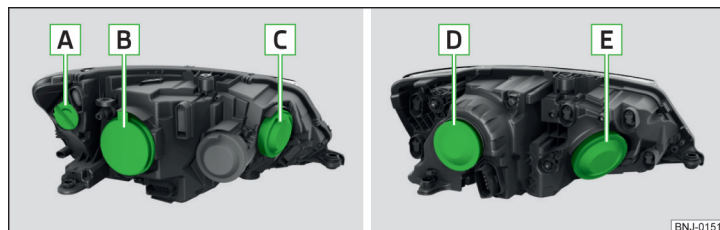

Fig. 205 Fari alogeni / proiettori alogeni
Disposizione delle lampadine » fig. 205
- Estrarre il coperchio protettivo [B] » fig. 205 a pag. 171.
- Inserire il coperchio protettivo [B] » fig. 205 a pag. 171.
- Estrarre il coperchio protettivo [C] » fig. 205 a pag. 171.
- Inserire il coperchio protettivo [C] » fig. 205 a pag. 171.
- Estrarre il coperchio protettivo **D** » fig. 205 a pag. 171.